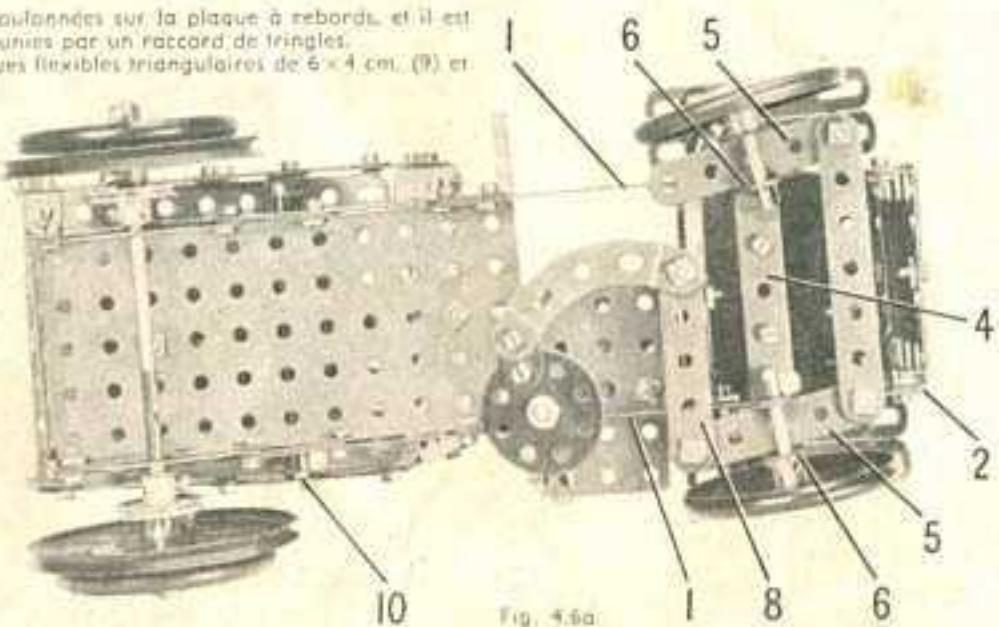

Fig. 4.6a
Le châssis est une plaque à rebords de 14×6 cm., prolongée par des bandes de 11 trous (1). Ces bandes dépassent la plaque à rebords de deux trous, et elles sont réunies par une bande coulée de 60×12 mm. (2) (Fig. 4.6a). L'avant du poste de conduite est une moitié de plaque à charnières fixée à une extrémité de la plaque à rebords par un support plat.
Une bande de 7 trous (4) (Fig. 4.6a) est boulonnée sur une bande coulée de 60×12 mm., fixée sur les bandes (1). Les bandes de 5 trous (5) passées dans les supports doubles (6) sont libres de pivoter sur des boulons de 9,5 mm., articulés sur la bande (4) par contre-écrou. Les bandes (5) sont réunies l'une à l'autre par une bande de 7 trous tenue par des boulons munis de contre-écrous. Deux roues d'auto sont bloquées sur des tringles de 4 cm. qui passent dans les supports doubles (6).